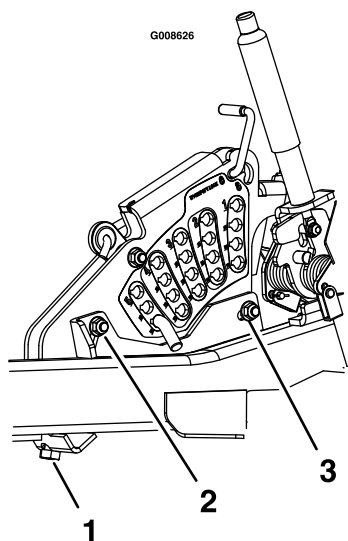

Figura 28
14. Si los mecanismos de ajuste de la plataforma delantera no tienen holgura suficiente para lograr la altura de corte precisa con la inclinación necesaria, puede utilizarse el ajuste de un solo punto (ver Figura 28).